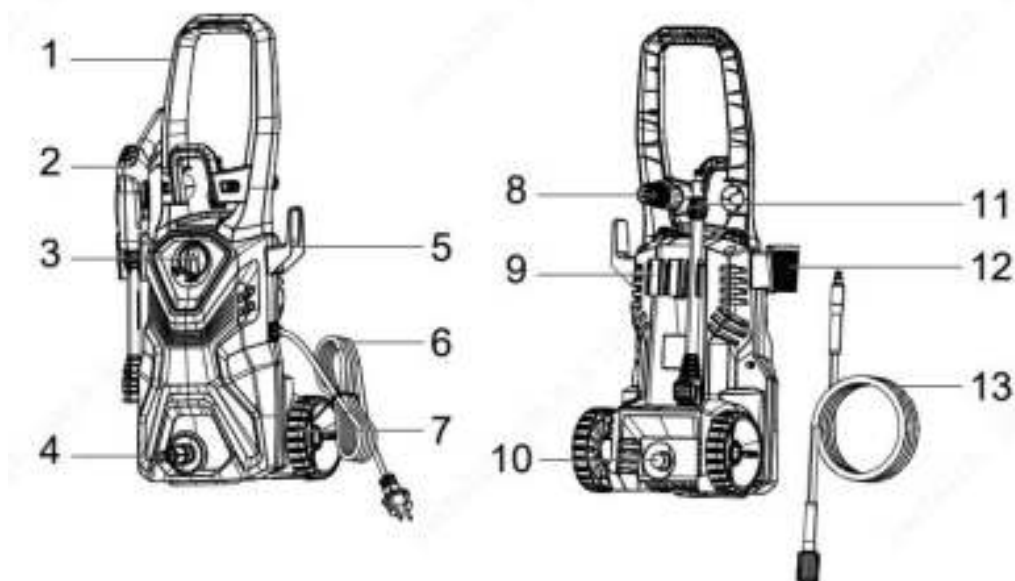

Рис. 1
5. Подсоедините шланг высокого давления к выходному штуцеру 10 (рис. 1,2). Для этого полностью размотайте шланг высокого давления. Убедитесь, что шланг нигде не перегнулся (рис. 6).
6. Подсоедините всасывающий шланг к входному штуцеру мойки 4 (рис. 1,2,3). Установите на штуцер мойки для всасывающего шланга быстросъемный коннектор со встроенным фильтром очистки воды (рис. 7).